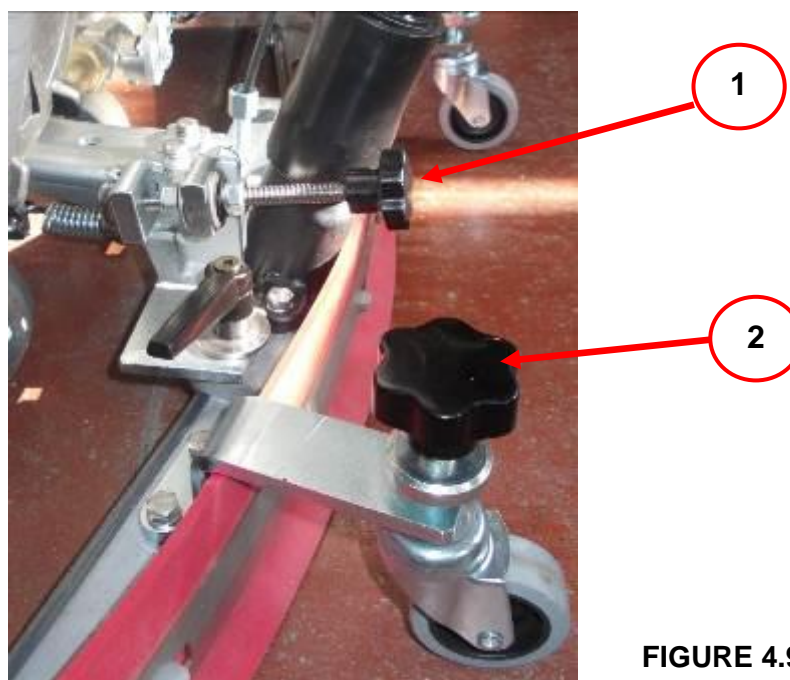

FIGURE 4.9
- Pour régler l'inclinaison du squeegee, agir sur le pommeau de réglage (détail 1 figure 4.9). La juste pression est atteinte quand l'arête de la raclette touche le sol à une inclinaison de 45° - 60° par rapport au sol.
- Pour régler la hauteur des lames, agir sur les pommeaux des deux roues de conduite squeegee en les vissant ou en les dévissant (détail 2 figure 4.9).